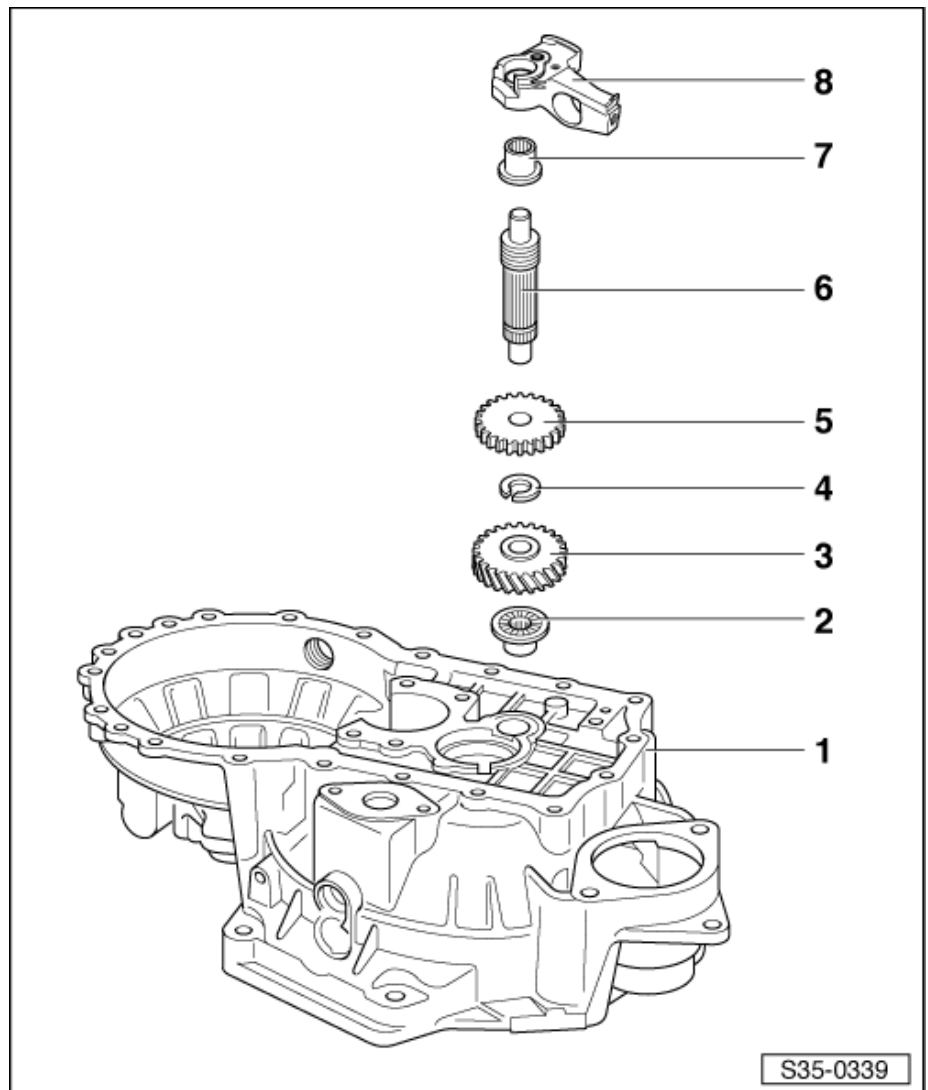

Abb. 1: Nadelhülse aus dem Kupplungsgehäuse ausziehen ►
- ☐ ausziehen ⇒ Abb. 1 in **35-3** Seite 2